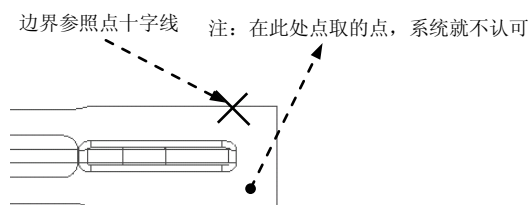

图 10.4.29 边界中心点
(1) 此时系统提示, 在投影视图的边线上选择一点(图 10.4.29)。注意: 如果不在模型的边线上选择点, 系统则不认可), 此时在拾取的点附近出现一个十字线。